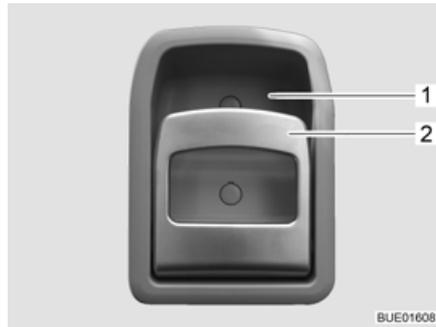

Fig. 63 Cerradura de la puerta de entrada, en el interior
- Tirar del tirador (Fig. 63,2). Se desbloqueará o bien abrirá la cerradura de la puerta.
- Presionar la parte superior del tirador (Fig. 63,2) hacia el alojamiento del tirador (Fig. 63,1). Se bloqueará la cerradura de la puerta.